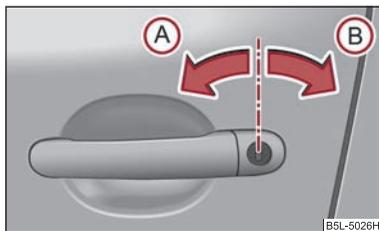

Fig. 25 Sensi di rotazione della chiave per l'apertura e la chiusura
- Ruotare la chiave nel cilindro di chiusura della porta lato guida in direzione di guida (posizione di sbloccaggio) **(A)** ⇒ fig. 25.
- Ruotare la chiave nel cilindro di chiusura della porta lato guida in direzione opposta alla guida (posizione di bloccaggio) **(B)** ⇒ fig. 25.